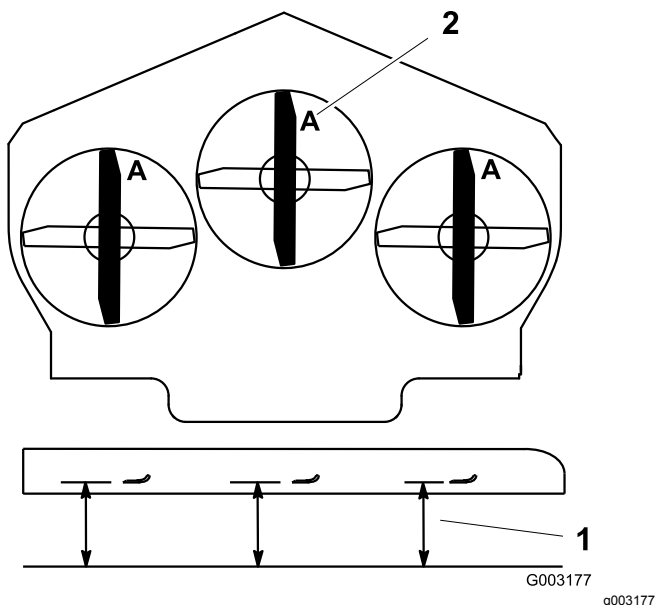

Figure 97
- Mesurez la distance entre la surface plane et le tranchant (position A) des lames (Figure 97).